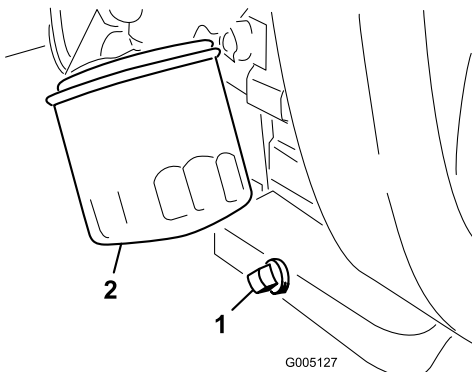

Figure 34
1. Retirez le bouchon de vidange (Figure 34) et laissez couler l'huile dans un bac de vidange. Remettez le bouchon quand toute l'huile s'est écoulée.
2. Déposez le filtre à huile (Figure 34). Appliquez une fine couche d'huile sur le joint du filtre de rechange.